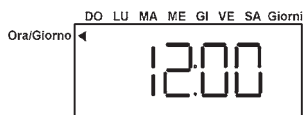

fig.12
2. Con i tasti **↓↑** scorrere l'orologio per visualizzare l'ora corrente (fig. 12)